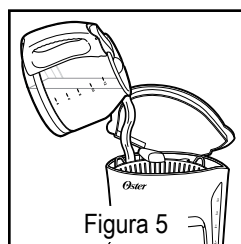

Figura 5
5. Llene el tanque de agua con la cantidad deseada de agua de grifo. Consulte la figura 5.